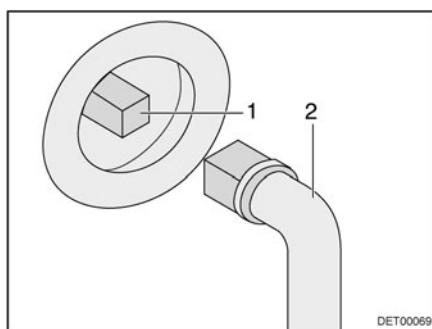

Fig. 180 Manejo del grifo para la eliminación de aguas residuales
- Insertar la llave (Fig. 180,2) en el cuadrado (Fig. 180,1).